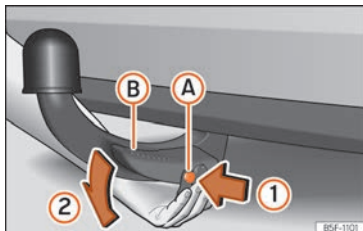

Fig. 176 Démontage le crochet d'attelage
- Appuyez sur la broche de déverrouillage (A) dans le sens de la flèche (1) t appuyez simultanément sur le levier (B) dans le sens de la flèche (2) jusqu'en butée » fig. 176.